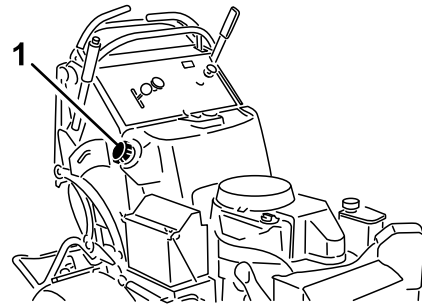

Figura 46
3. Limpie alrededor del tapón del depósito de combustible para evitar que entre suciedad en el depósito (Figura 46).
6. Con la bomba de sifón, vacíe el combustible en un recipiente de combustible limpio (Figura 46).